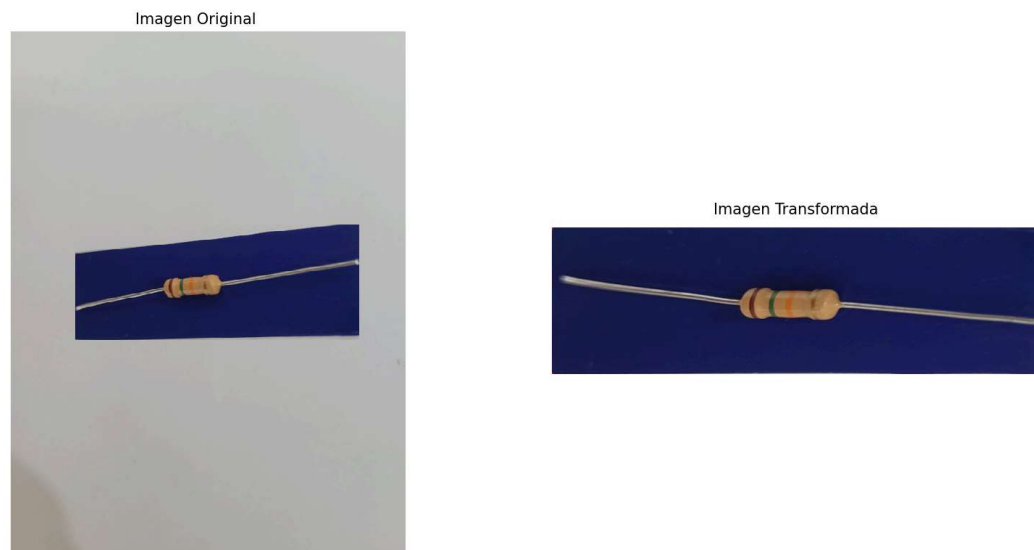

Figura 3 - Segmentación y transformación a vista superior de una resistencia.
- Implementar un algoritmo en python (*en archivo .py*) que tome como entrada una imagen de una resistencia y devuelva otra imagen del rectángulo azul con la resistencia completa en vista superior. En la Figura 3 se muestra un ejemplo.